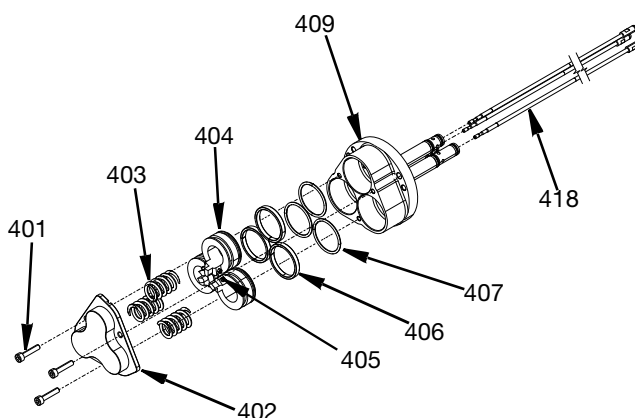

Рис. 16
1. Снимите крышку цилиндра (402), отвернув три винта M4 SHCS (401) с помощью шестигранного ключа. Ослабляйте винты равномерно, поскольку крышка находится под натяжением пружины (403) и может заклинить при снятии.
2. Ослабьте установочные винты M3 (405), повернув каждый из них на три оборота, и извлеките иглы запорного клапана (418). См. Рис. 16.
3. Извлеките поршни (404) из корпуса пневмоцилиндра (409). Удалите направляющие кольца (406) и уплотнительные кольца (407).